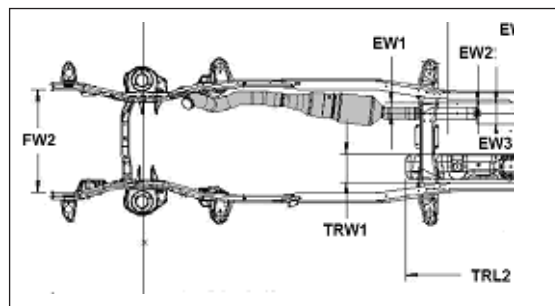

Fig. 2
3. Para aceder à abertura da tomada de força no lado direito da caixa de velocidades (lado do passageiro dianteiro), o tubo de escape deve ser removido. (Fig. 2)